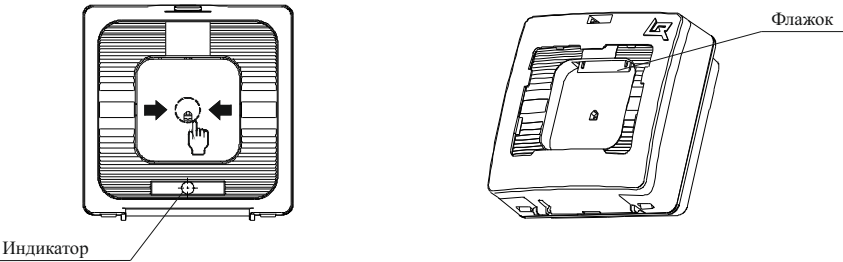

Рисунок 1
б) нажатие на приводной элемент (кнопку) (рисунок 1, раздел 5).
- 5.1 УДП представляет собой адресное устройство, формирующее сообщение о событии при нажатии на кнопку. Выпадающий цветной флажок является визуальным подтверждением нажатого состояния кнопки УДП (рисунок 1).